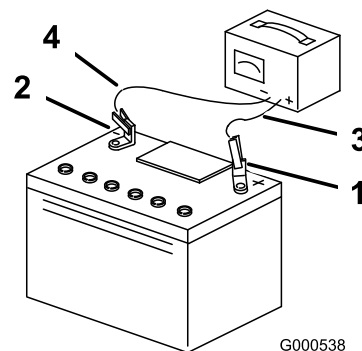

Figura 33
5. Retire las 2 tuercas de orejeta, la varilla de seguridad y la batería (Figura 33).
5. Cuando la batería esté completamente cargada, desconecte el cargador del suministro eléctrico, y desconecte los cables del cargador de los bornes de la batería (Figura 33).